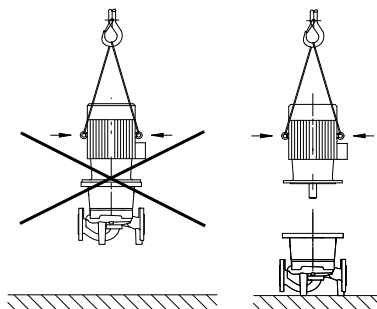

Fig. 20：运输电机
- 电机上的吊孔仅用于承载电机重量，不得用于承载整个水泵 (Fig. 20)。